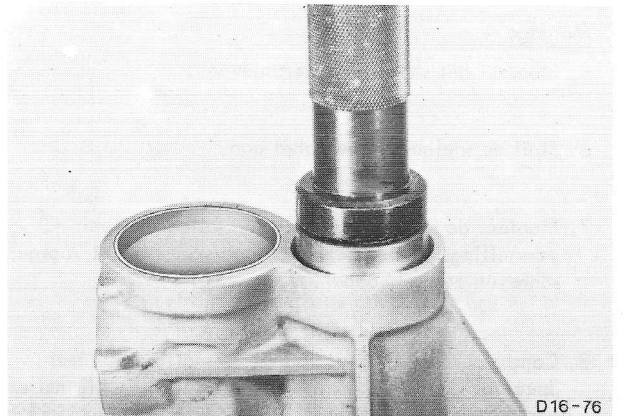

Fig.165 Oliekeerring met speciaal gereedschap monteren.
5. Klop een nieuwe oliekeerring met Speciaal Gereedschap GE-7657-B1/GTY-4615-B of P-7095 in het staartstuk (fig.165).